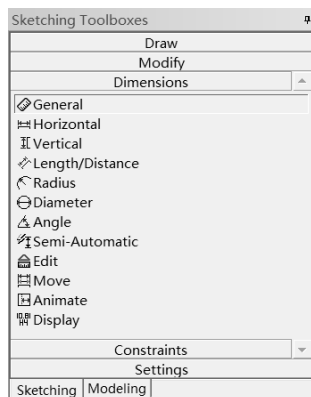

图 5-44 尺寸标注面板
Step9：在 Sketching Toolbox（草绘工具箱）中单击 Dimensions（尺寸标注）按钮，此时工具箱会出现如图 5-44 所示命令栏，并单击  General 按钮。